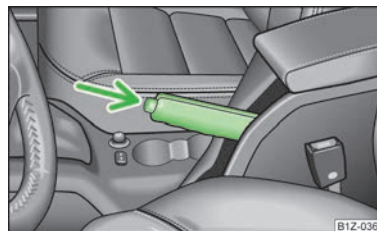

Fig. 95
- Trageți puțin în sus maneta frânei de mână și apăsați **simultan** butonul de blocare » fig. 95.